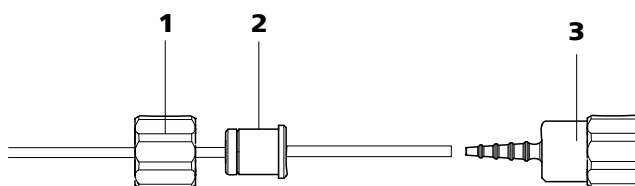

图34 安装不带过滤器的泵管接口
- **情况 B: 不带过滤器** 6.2744.160 (参见图 34, 第 56 页)